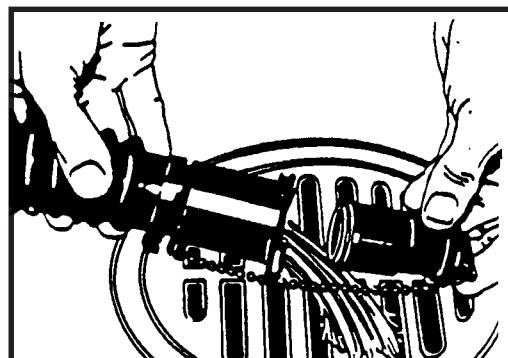

Abbildung 5
- e. Um das Entleerungsventil vollständig zu öffnen, den Stopfen nach rechts drehen und herausziehen (Abb. 5)